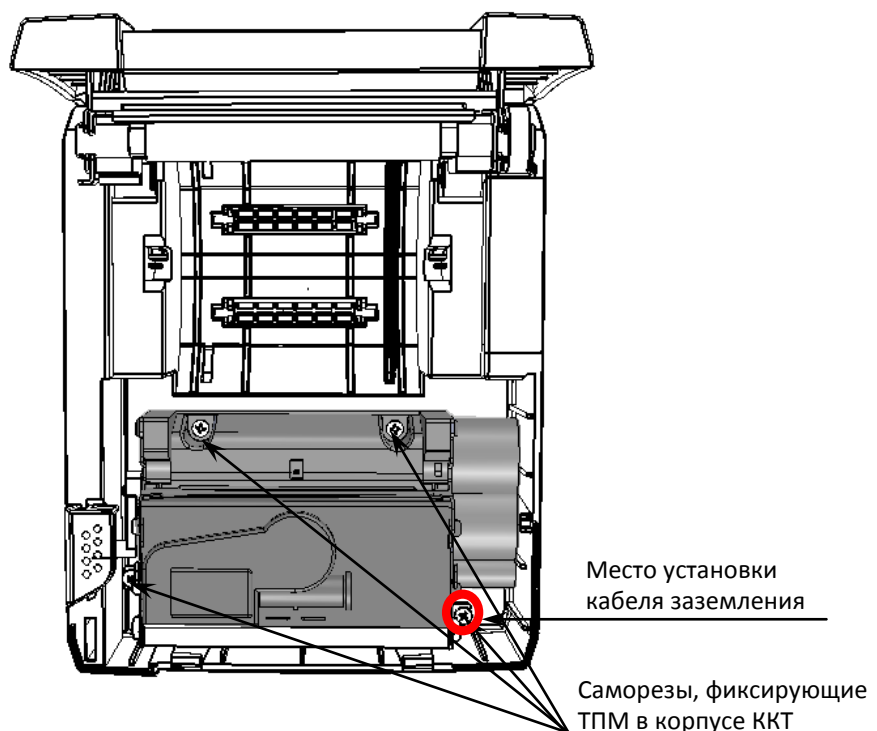

Рисунок 15. Крепление ТПМ в корпусе ККТ
- **Кабель заземления ножа** одним концом крепится к саморезу крепления основной части ТПМ в верхней части корпуса изделия (смотрите рисунок 15). Прокладывается через проем верхней части корпуса, показанный на рисунке 16. Затем клеммой свободного конца крепится к блоку управления изделия. Особенности крепления кабеля заземления ножа к блоку управления и верхней части корпуса изделия показаны на рисунке ниже.